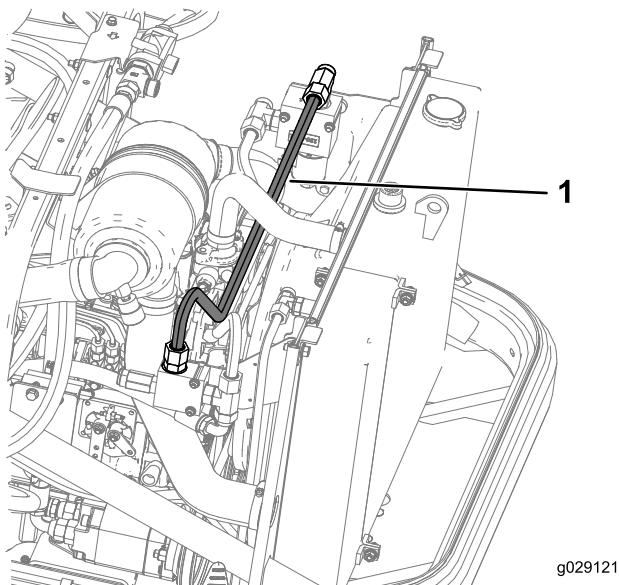

Bild 30
10. Befestigen Sie den Hydraulikschlauch I vom Adapteranschlussstück (5/8" x 5/8", Außengewinde) am rechten Verteiler am T-Adapteranschlussstück (5/8", Außengewinde) am linken Verteiler, wie in Bild 30 abgebildet.